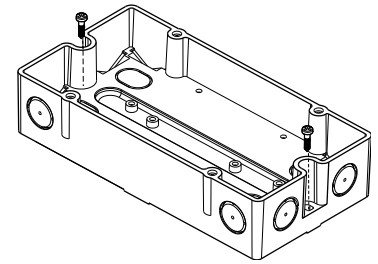

Fig. 4
- Monte a caixa em uma superfície lisa com dois parafusos M4 (Fig. 4). Distância entre furos: $182.0 \pm 1.0\text{mm}$.